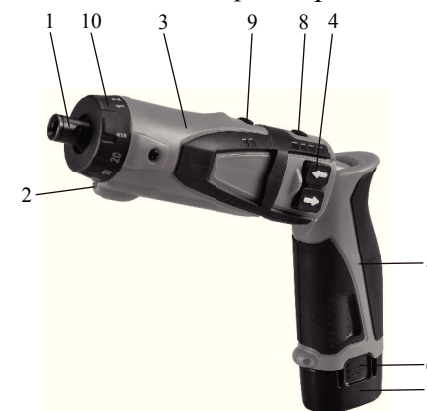

Рис. 1
Общий вид отвёрток представлен на Рис. 1
7.1 Отвёртка приводится в действие с помощью выключателя 4 (рис.1). Выключатель состоит из 2 кнопок отвечающих за прямое или обратное вращение патрона.
Не пользуйтесь переключателем во время вращения патрона. Это приведёт к поломке отвёртки. Момент затяжки может принимать 20 различных значений с помощью поворота переключателя положений крутящего момента, при которых деления на кольце совпадут с указателем на корпусе отвёртки. Минимальный момент устанавливается при метке “1”, максимальный - при метке  10 (рис.1)
7.3 Используйте биты соответствующих типов. Вставляйте бит в посадочное отверстие патрона 1 (рис. 1) на всю глубину.